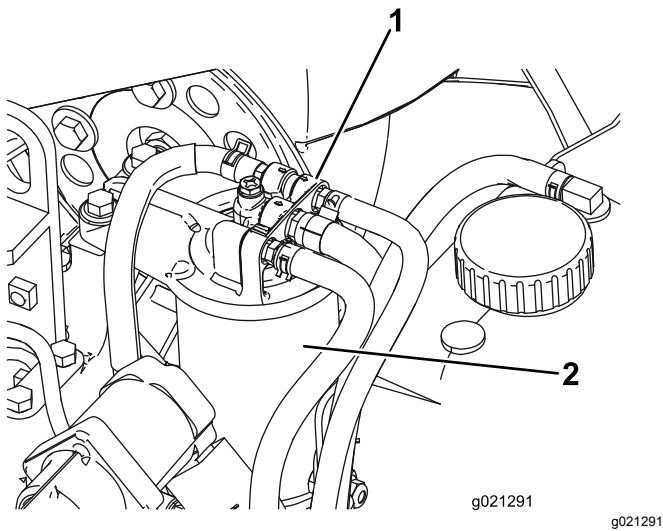

Figura 94
1. Limpie la zona alrededor de la cabeza del filtro de combustible (Figura 94).
2. Retire el filtro y limpie la superficie de montaje de la cabeza del filtro (Figura 94).